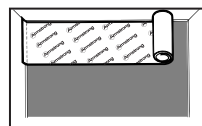

Figura 6
• Instale la base de piso en la misma dirección que instalará el revestimiento de madera dura (Figura 6).